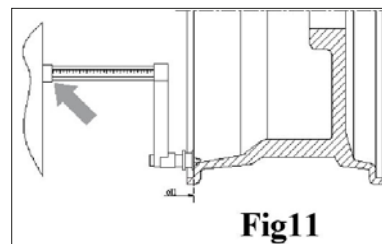

Fig11
2. Hvis den valgte programtype er ALS1, træk afstandssensoren ud og placer den på hjulet som vist i Fig. 11, ellers fortsæt til trin 4.